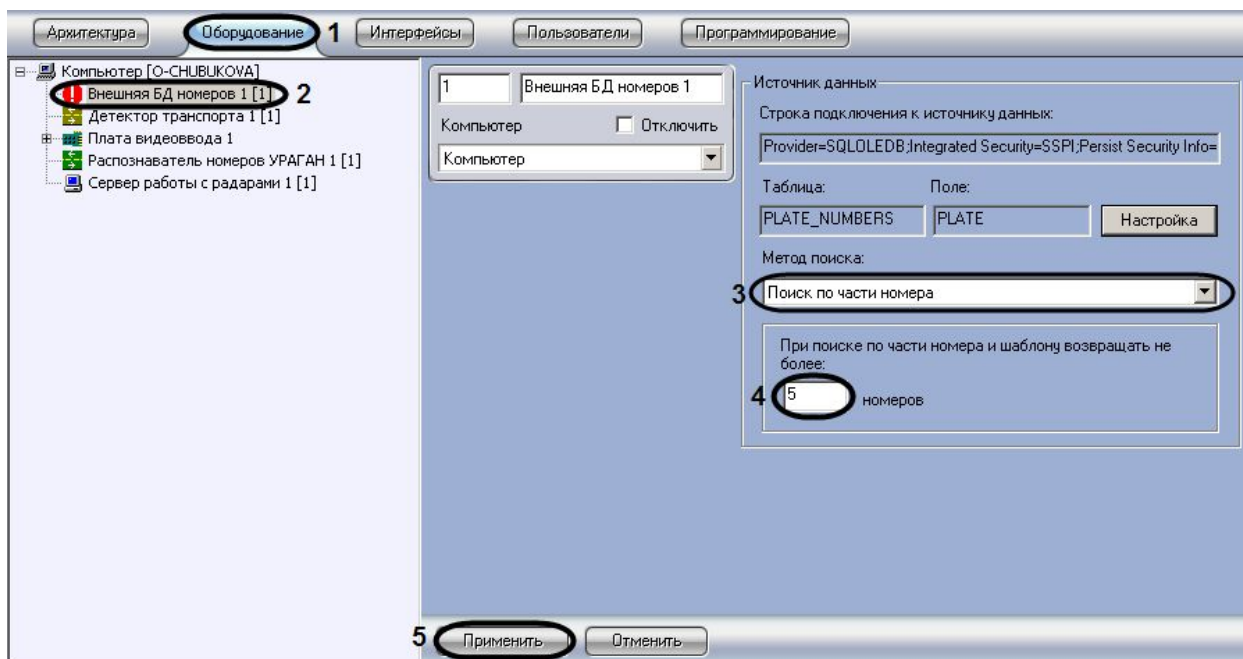

Рис. 7.6.4-1 Выбор метода поиска во внешней базе данных номеров
1. Перейти на вкладку «Оборудование» диалогового окна «Настройка системы» (см. Рис. 7.6.4-1, 1).
2. Выбрать в дереве объект «Внешняя БД номеров» (см. Рис. 7.6.4-1, 2).
3. Выбрать метод поиска в раскрывающемся списке (см. Рис. 7.6.4-1, 3).
4. Задать значение параметра «При поиске по части номера или шаблона возвращать не более ... номеров» в текстовом поле (см. Рис. 7.6.4-1, 4).
4. Нажать кнопку «Применить» для сохранения внесенных изменений (см. Рис. 7.6.4-1, 5).